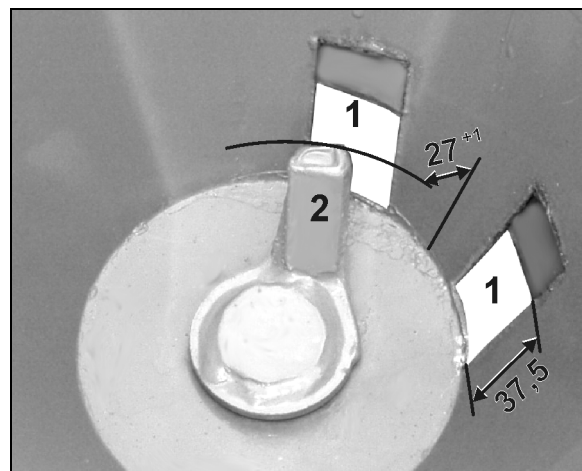

Fig. 24
3. Målet på begge skodåbninger skal være på 37,5 mm når de er åbne (Fig. 24).
Kontroller afstanden imellem omrøreren og beholdervægen. Omrøreren skal stå parallelt med beholdervægen med en afstand på 27 +1 mm (Fig. 24).
Kontroller afstanden imellem ømrørerrfingeren og beholdervægen. Omrørefingeren skal placeres parallelt med beholdervægen med en afstand på 27 +1 mm (Fig. 24).